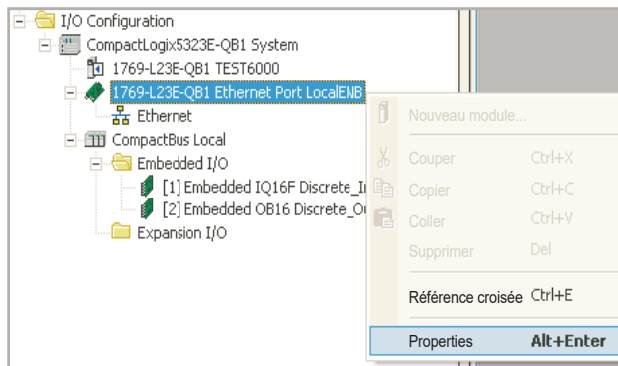

Figure 4.3.21h Emplacement du port Ethernet
4. À la fin du téléchargement, cliquez à droite sur le port Ethernet correspondant dans l'arborescence de la fenêtre gauche et sélectionnez « Propriétés » (figure 4.3.21h).